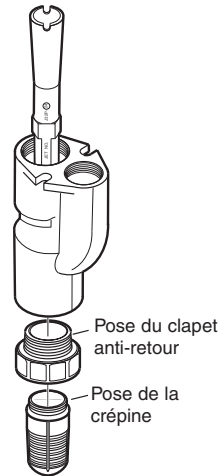

Figure 5
- Installer le clapet antiretour et la crépine sur l'extrémité de l'orifice simple de l'éjecteur (la partie inférieure de l'éjecteur – voir la Figure 5).
- Envelopper de 1-1/2 tour de ruban en téflon fileté de l'adaptateur de tuyau. Visser le long adaptateur (fourni) dans l'orifice de refoulement de l'éjecteur (en le glissant par-dessus le venturi à poser). Mettre du ruban sur l'adaptateur court (pas fourni - à acheter localement) et le poser dans l'orifice de l'eau motrice (voir la Figure 5). L'adaptateur doit être serré car, en cas de fuite de l'ensemble, la pompe ne pompera pas l'eau du puits.